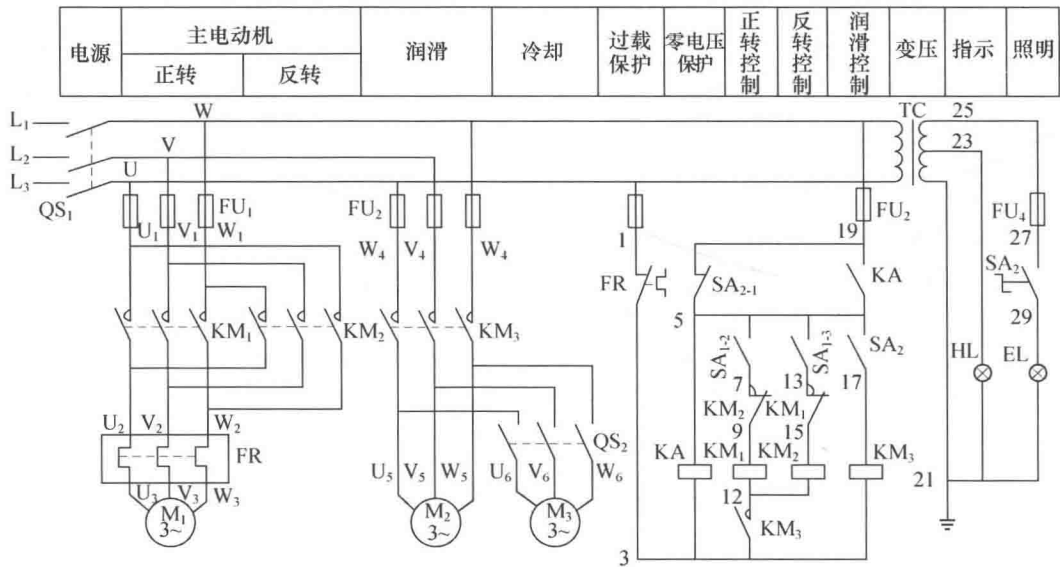

图 2-1 钻床电气控制原理图
(1) 什么是电气原理图？在电气原理图中，电源电路、主电路、控制电路、指示电路和照明电路一般怎么布局？
(2) 电气原理图中，怎样判别同一电器的不同元件？
(3) 分析图 2-1 中电路的工作原理。